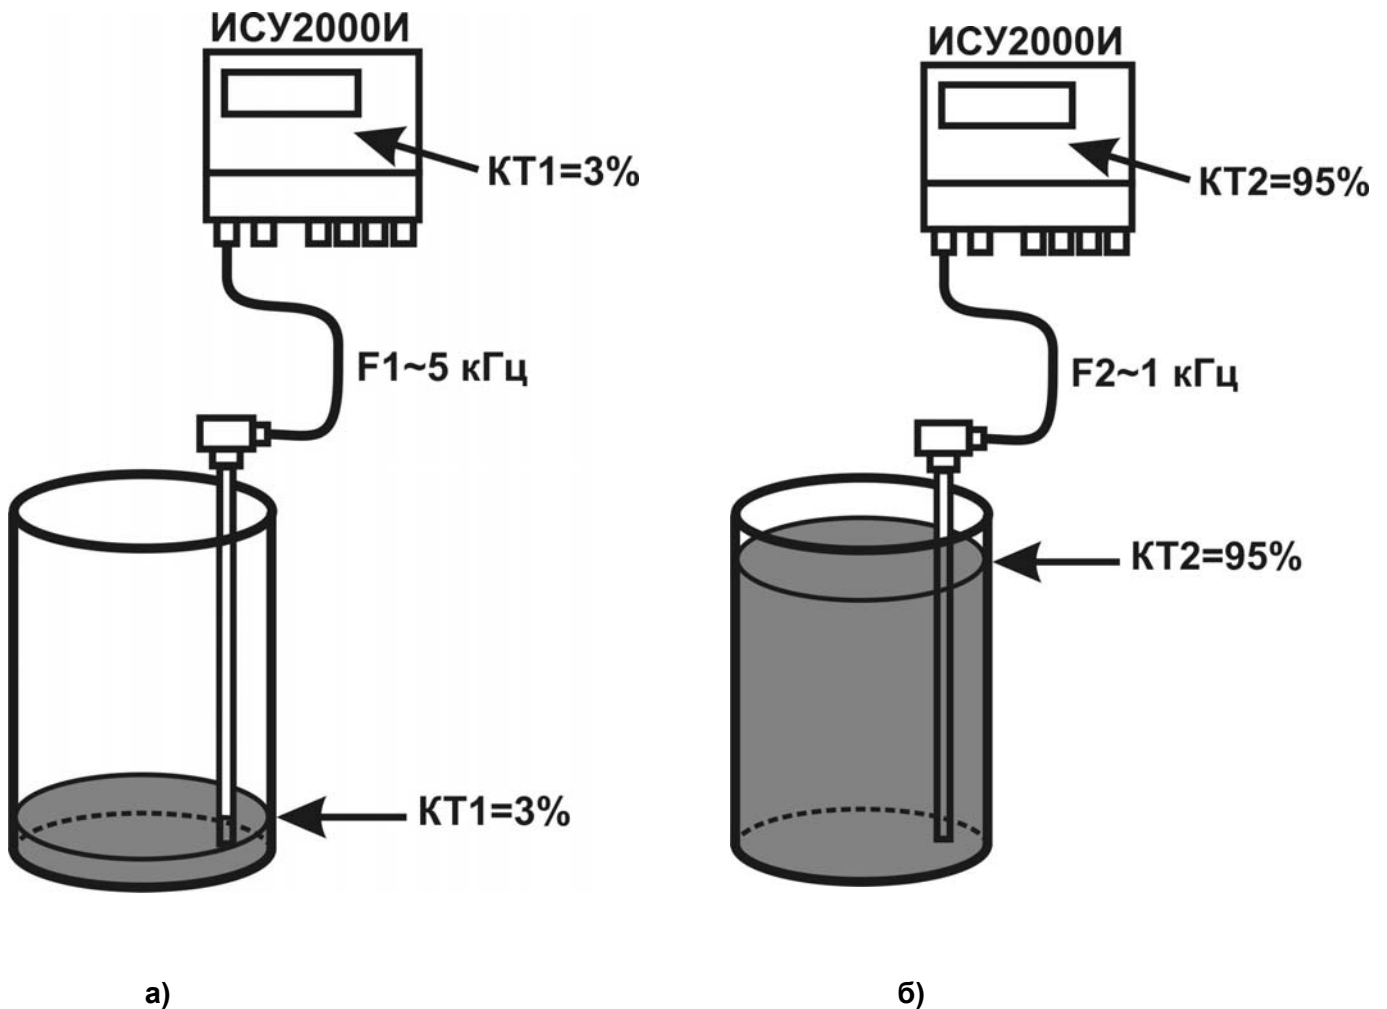

Рисунок 21 – Порядок ввода точек КТ1 и КТ2 при калибровке прибора.
- р) опорожнить резервуар до уровня от 0 до 10%, при этом чувствительный элемент датчика обязательно должен быть погружен в контролируемую среду (рисунок 21 а));
- х) заполнить резервуар до уровня от 90 до 100%, например до 95% (рисунок 21 б)).